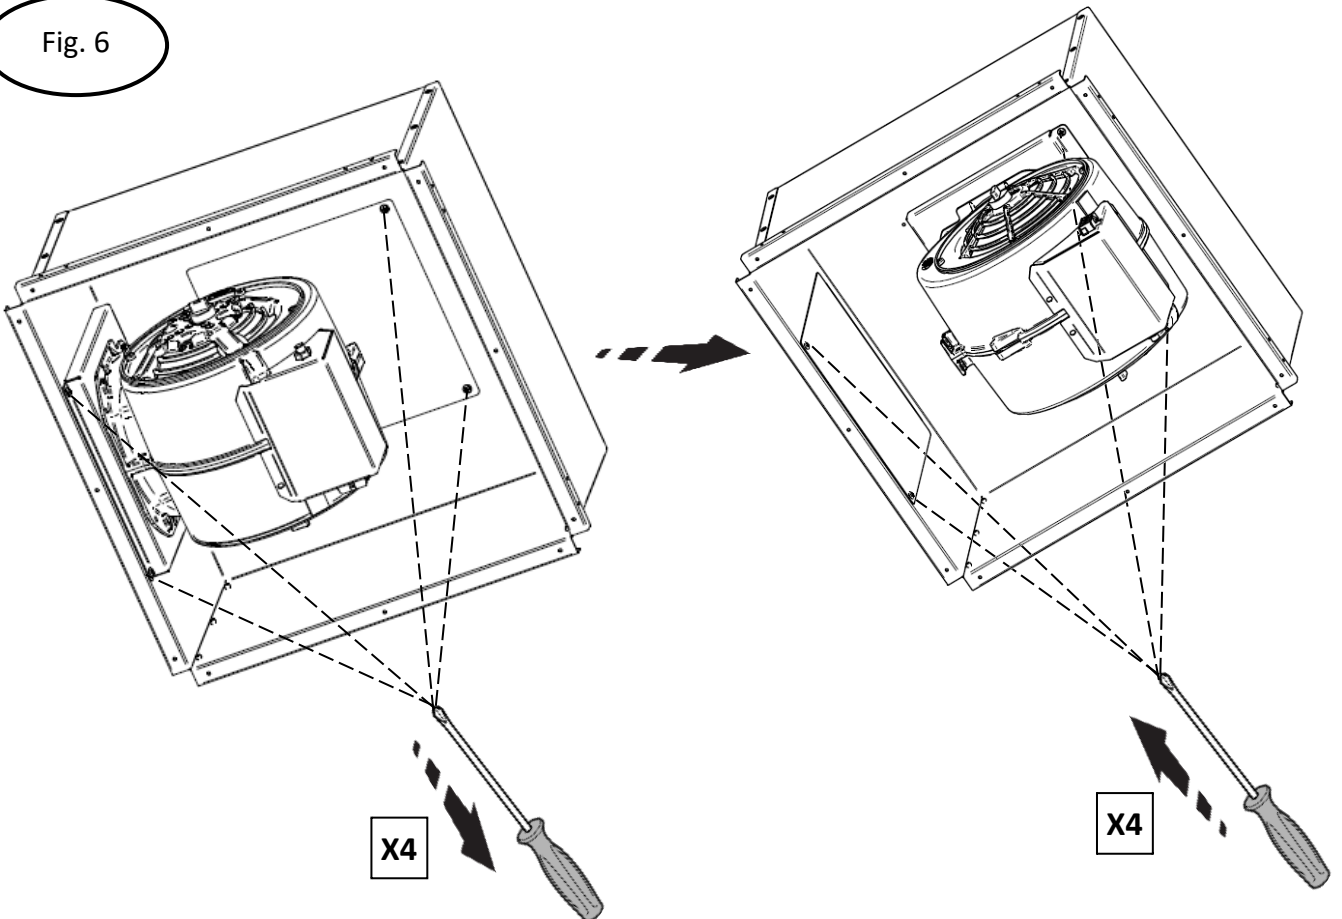

Fig. 7
- Una vez definida la dirección del flujo de aire, monte los 4 soportes de centrado del soplador suministrados (fig.7).